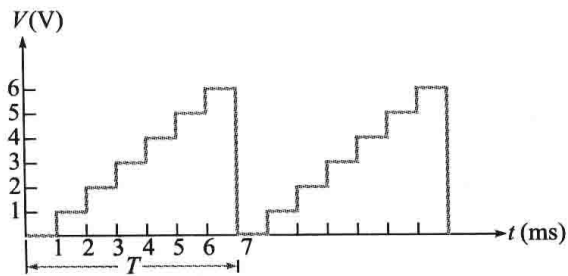

图 8-84
50. 图 8-84 所示的非正弦波形称为阶梯波，求该波形的平均值。